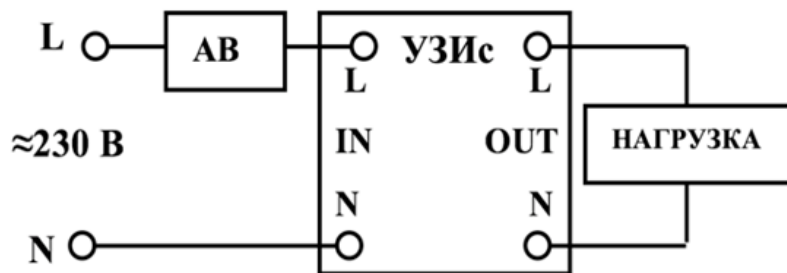

Рис. 3.1. Подключение УЗИС с автоматическим выключателем (АВ)
3.2.2.3. При отсутствии Автоматического выключателя (АВ), защищающего от сверхтоков короткого замыкания с номинальным током, не превышающим номинальный ток УЗИС, установить такой АВ на входе УЗИС (рис. 3.1).